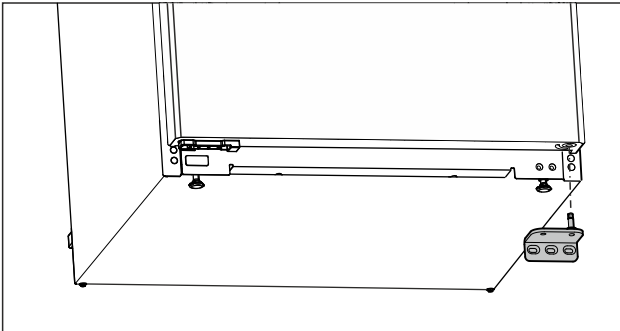

Fig. 11
- ▶ Detașați suportul de lagăr în jos. (vezi Fig. 11)